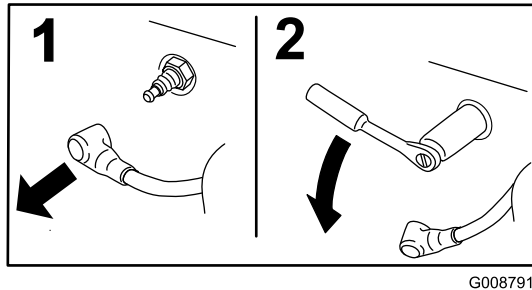

Figura 21
5. Scollegate il cappello da ogni candela (Figura 21).